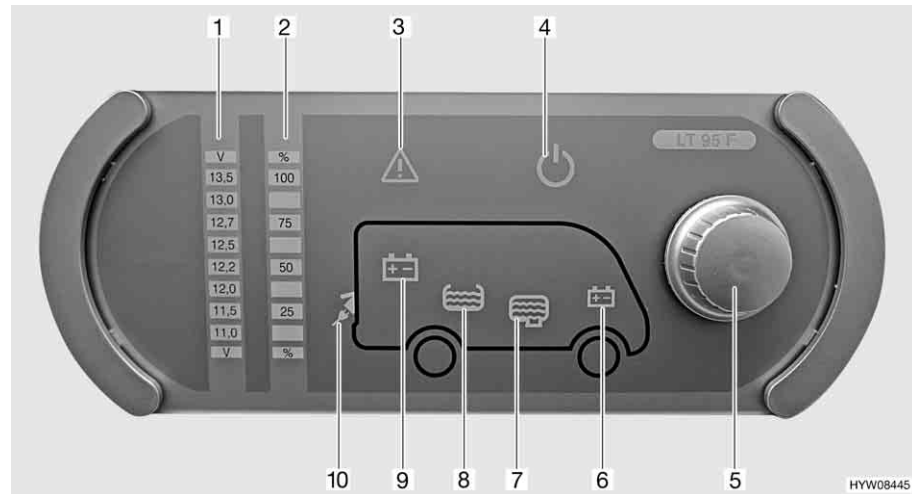

Fig. 87 Pannello di controllo (LT 95)
Il pulsante a rotazione (Fig. 87,5) inserisce o disinserisce il pannello di controllo e l'alimentazione a 12 V dell'abitacolo.
**Accensione:** ■ Premere il pulsante a rotazione (Fig. 87,5): L'alimentazione a 12 V dell'abitacolo è inserita. La spia di controllo a 12 V (Fig. 87,4) diventa verde.
**Spegnimento:** ■ Premere il pulsante a rotazione (Fig. 87,5): L'alimentazione a 12 V dell'abitacolo è disinserita. La spia di controllo a 12 V (Fig. 87,4) si spegne.
Mediante il pulsante a rotazione (Fig. 87,5) si possono interrogare sia la tensione della batteria dell'abitacolo che la tensione della batteria di avviamento. La tensione viene visualizzata sulla scala indicatore per la tensione della batteria (Fig. 87,1).
- Ruotare il pulsante a rotazione (Fig. 87,5), finché si accende il simbolo della batteria della quale deve essere interrogata la tensione.
Viene indicata la tensione della batteria dell'abitacolo (Fig. 87,9)
Viene indicata la tensione della batteria di avviamento (Fig. 87,6)
- Leggere la tensione sulla scala indicatore della tensione della batteria (Fig. 87,1).
Mediante il pulsante a rotazione (Fig. 87,5) si possono interrogare sia il livello del serbatoio dell'acqua che il livello del serbatoio delle acque grigie. Il livello viene visualizzato sulla scala indicatore livello dei serbatoi (Fig. 87,2).
- Ruotare il pulsante a rotazione (Fig. 87,5), finché si accende il simbolo del serbatoio del quale deve essere interrogato il livello.
Viene indicato il livello del serbatoio dell'acqua (Fig. 87,8)
Viene indicato il livello del serbatoio delle acque grigie (Fig. 87,7)
- Leggere il livello sulla scala indicatore del livello serbatoio (Fig. 87,2).
La spia luminosa Alarm (Fig. 87,3) lampeggia non appena i valori limite fissati vengono superati per eccesso o per difetto.
La spia luminosa Alarm (Fig. 87,3) lampeggia non appena la tensione della batteria scende al di sotto di 11 V. Se l'alimentazione a 12 V è accesa, si accende anche il relativo simbolo della batteria (Fig. 87,6 o 9), e l'indicatore "11,0" sulla scala indicatore della tensione della batteria (Fig. 87,1) lampeggia. Rischio di uno scaricamento totale della batteria.
La spia luminosa Alarm (Fig. 87,3) lampeggia ed il relativo simbolo del serbatoio (Fig. 87,7 o 8) si accende non appena il serbatoio dell'acqua è vuoto o il serbatoio delle acque grigie è pieno.
La spia di controllo a 230 V (Fig. 87,10) si accende quando all'ingresso della centralina elettrica è presente una tensione di rete.